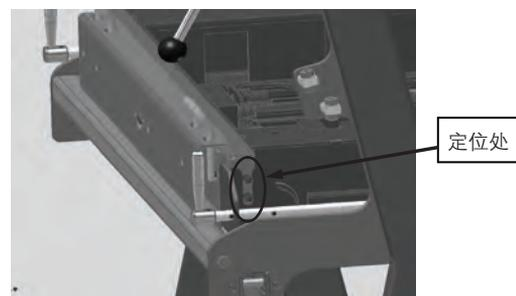

图12 手车 - 转运车定位
- 断路器手车准备由柜外推入柜体前，应认真检查断路器是否完好，有无漏装部件，有无工具等杂物遗留在手车机构箱或开关柜内。确认无问题后将手车装在转运车上并锁定好(此时，手车两侧的锁舌插入转运车定位槽中)，见图12所示。